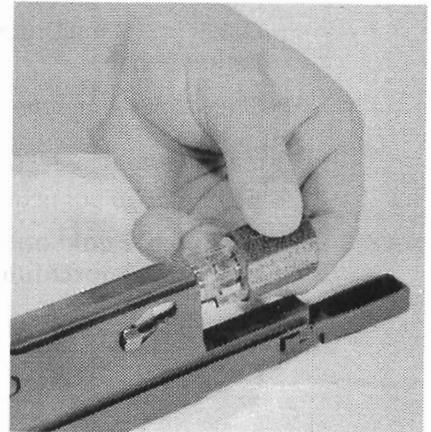

Bild 40 Schlagbolzenvorstand prüfen
- ⇒ Schlagbolzenvorstandslehre mit der Fläche nach links (Ausstoßer) auf die Schlagbolzenspitze aufsetzen und andrücken (Bild 40).